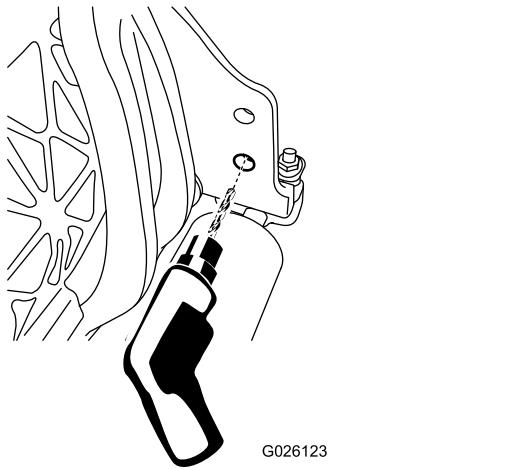

Figura 5
1. Allargate il foro inferiore sul lato destro dell'elemento di taglio mediante una punta per trapano da 9 mm (Figura 5).